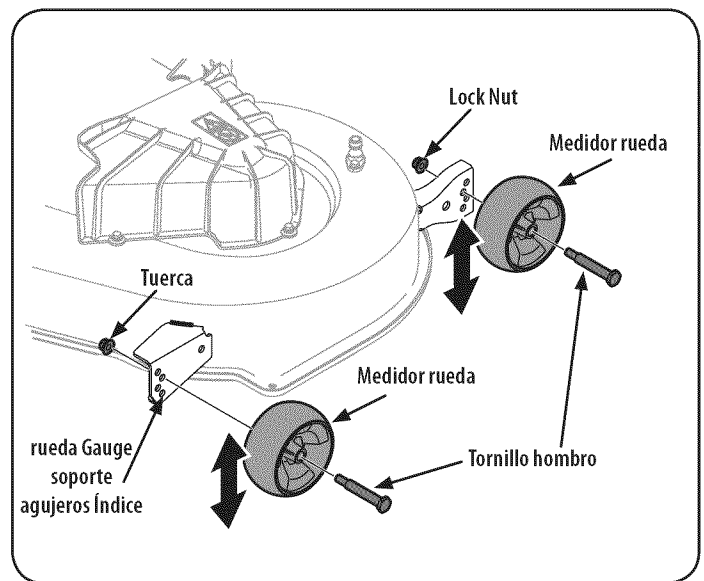

Figura 29
- Retire la tuerca de seguridad con brida que fija el perno con reborde de la rueda de calibración delantera a la plataforma. Retire la rueda de calibración y el perno con reborde. Consulte la Figura 29.